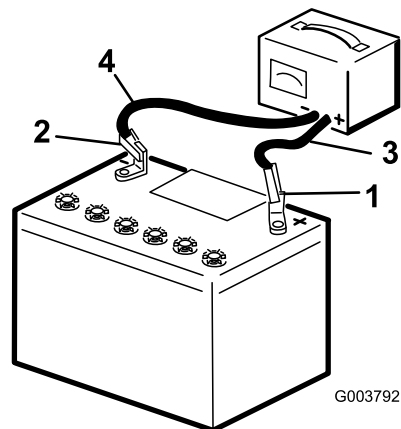

Figura 65
3. Conecte el cable positivo del cargador de la batería al borne positivo (Figura 65).
4. Conecte el cable negativo del cargador de la batería al borne negativo (Figura 65).
6. Cuando la batería esté completamente cargada, desconecte el cargador de la fuente de electricidad, luego desconecte los cables del cargador de los bornes de la batería (Figura 65).